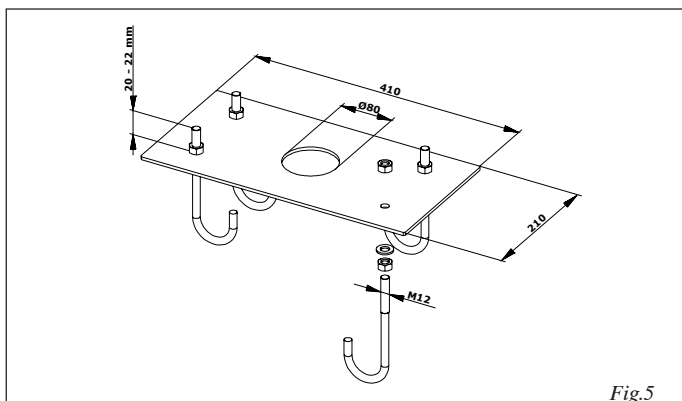

Fig.5
- assemblare la piastra di fondazione come da fig.5.